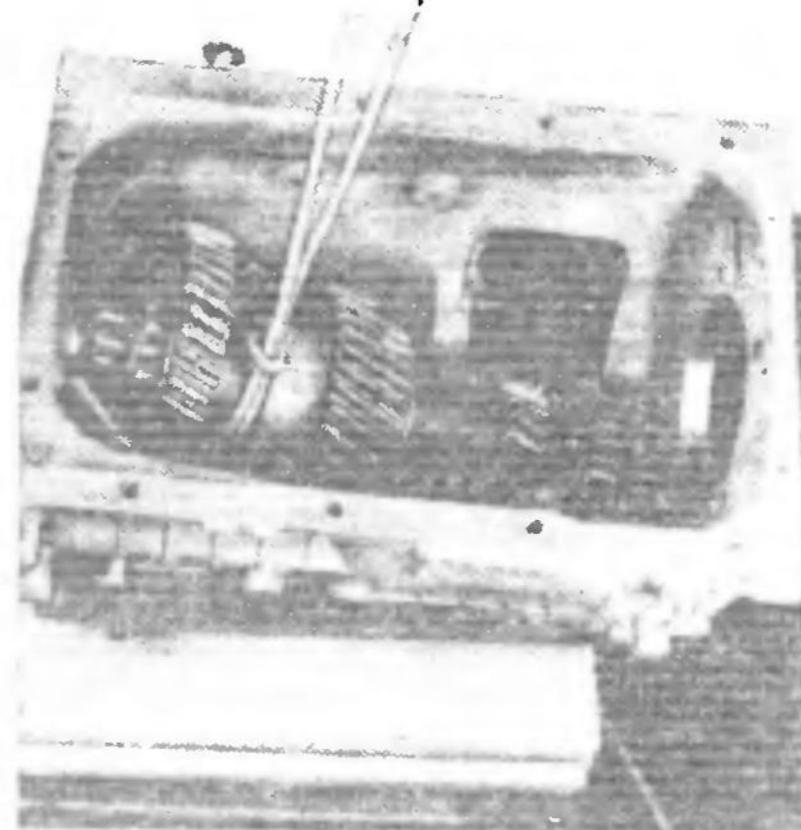

Рис. 142. Снятие промежуточного вала
20. Вывните промежуточный вал в сборе из картера коробки передач (рис. 142)	Кран-балка, трос